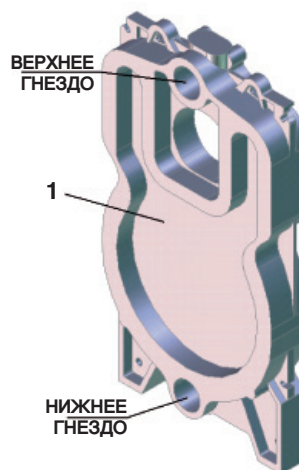

Рис. 3
(Ссылка на рис. 1 и на рис. 3 - 11)
- 1 Поставьте задний элемент котла в вертикальное положение, очистите и проверьте гнезда двойных конусов и соединительную поверхность (рис. 3).